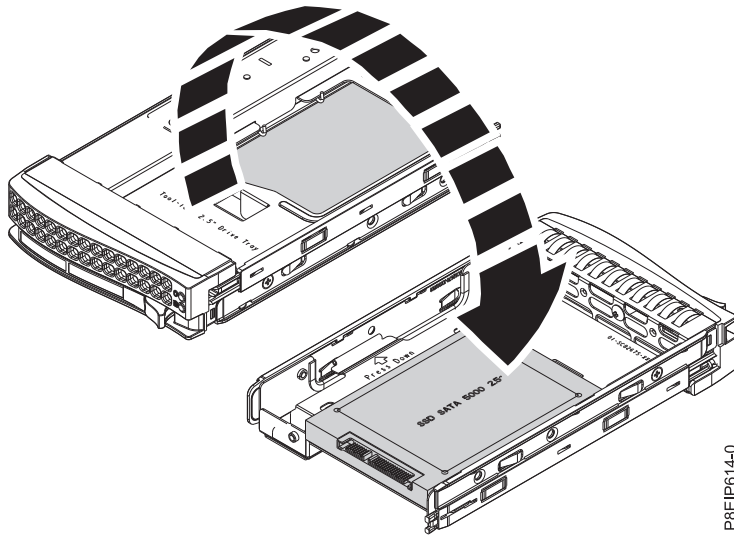

Figure 11. Retournement du tiroir de 2,5 pouces
- a. Retournez le tiroir, comme indiqué dans la figure 11, à la page 13.